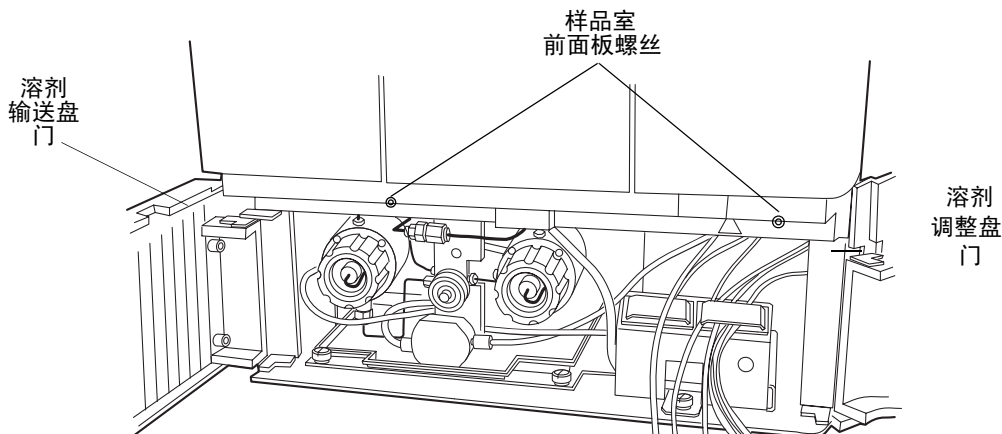

图 7-17 访问样品室
3. 打开溶剂输送盘和溶剂调整盘的门（图 7-17）。
4. 使用 Allen 扳手松开样品室前面板上的两个螺丝（图 7-17）。